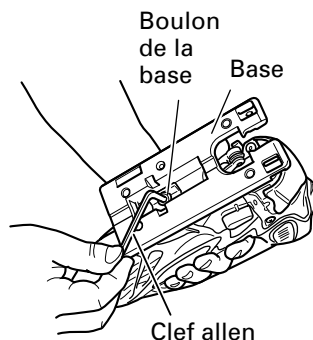
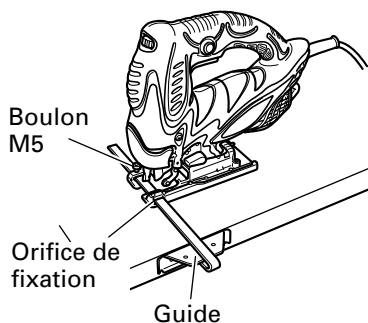
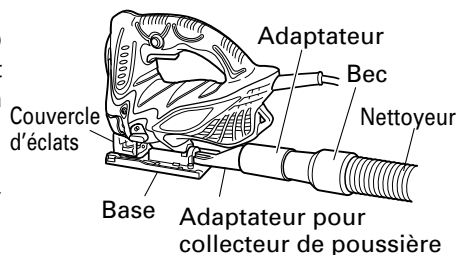

Fig. 10
Fig. 12
Fig. 18
- (1) Desserrer le boulon de la base avec la clé allen fixée à la base. (Fig. 10)
- (3) Fixer le guide en le faisant passer dans l'orifice de fixation de la base et serrer le boulon M5. (Fig. 12)
- (4) Régler la position orbitale sur "0".
**REMARQUE:** Pour assurer une coupe précise lors de l'utilisation du guide (Fig. 10), toujours régler la position orbitale sur "0".
- (1) Desserrer le boulon de la base avec la clé allen hexagonale fixée à la base. (Fig. 10, 11)
- (3) Resserrer le boulon M5. (Fig. 10)
- (1) Retirer la clé allen de la base.
- (2) Déplacer la base à fond vers l'avant. (Fig. 10, 11)
- (3) Fixer le couvercle d'éclats.
- (4) Raccorder le adaptateur pour collecteur de poussière à l'adaptateur. (Fig. 18)
- (5) Raccorder l'adaptateur au bec du nettoyeur. (Fig. 18)